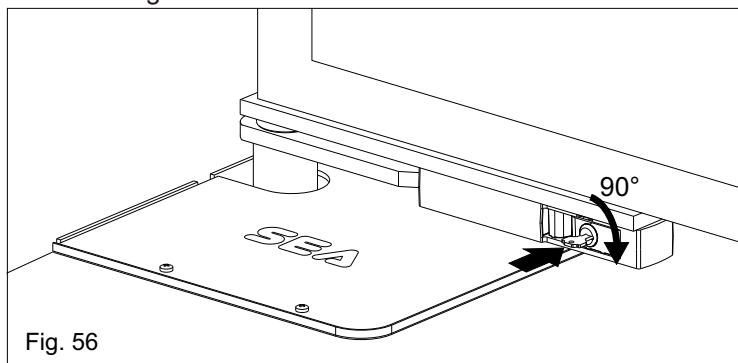

Fig. 56
- Insérer la clef fournie dans la serrure et tourner la de 90° dans le sens des aiguilles d'une montre (Fig. 56).